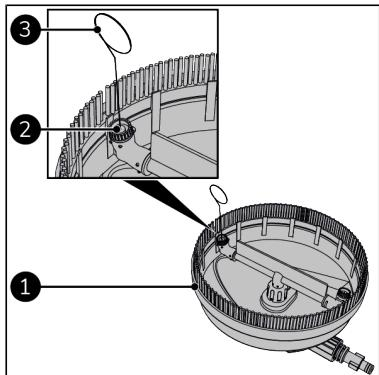

Abbildung 66.
3. Ziehen Sie den Bodenreiniger (Abbildung 66, Pos. 1) aus der Verlängerungslanze (Abbildung 48, Pos. 2).
4. Reinigen Sie beide Düsen (Abbildung 66, Pos. 2) mit dem Reinigungsstift (Abbildung 66, Pos. 3).